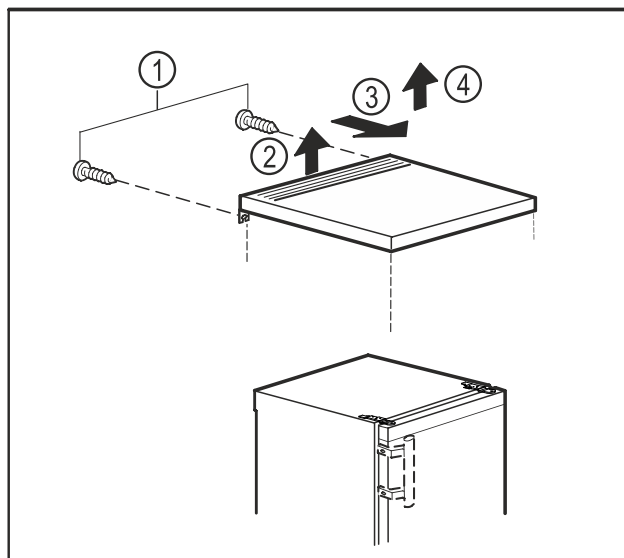

Fig. 9
- Schroeven aan de achterzijde verwijderen. Fig. 9 (1)
- Tafelblad aan de achterzijde optillen. Fig. 9 (2)
- Tafelblad omlaag schuiven. Fig. 9 (3)
- Tafelblad naar boven toe wegnemen. Fig. 9 (4)